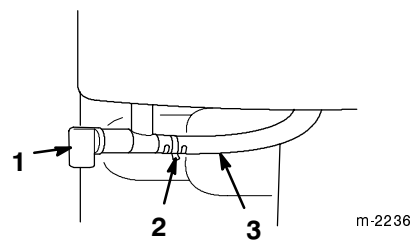

Figure 5
- **Robinet d'essence** (Fig. 5)—Fermez le robinet en le tournant dans le sens des aiguilles d'une montre et ouvrez-le en le tournant dans le sens contraire des aiguilles d'une montre. Fermez le robinet lorsque vous n'utilisez pas la déneigeuse.
3. Ouvrez le robinet d'essence situé au-dessous du réservoir de carburant (Fig. 5).